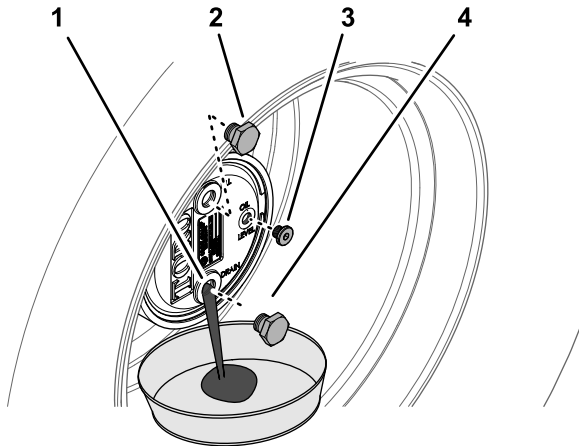

Figura 67
2. Retire el tapón de llenado en la posición de las 12 y el tapón de verificación en la posición de las 3 (Figura 67).
3. Coloque un recipiente debajo del cubo planetario, retire el tapón de vaciado en la posición de las 6 y deje que el aceite se drene por completo (Figura 67).
5. Instale el tapón de vaciado en el orificio de vaciado del engranaje planetario (Figura 67).